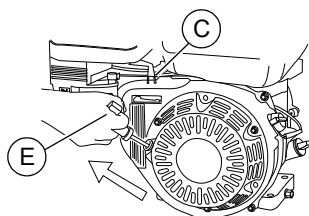

Figure 3-5. Lanceur à rappel
4. Voir Figure 3-5. Amener le levier de commande des gaz (C) à 1/3 environ de la position MIN.